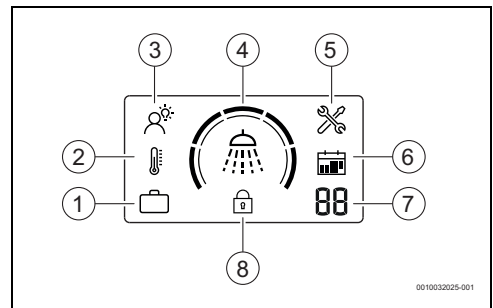

Fig. 5 Símbolos del display
- Pulse la tecla  hasta que aparezca el modo SMART en la pantalla (→ Fig. 5 [3]).
- Pulsar la tecla  hasta que aparezca Modo MANUAL en la pantalla (→ Fig. 5 [2]).
- Pulsar la tecla  hasta que aparezca Modo VACACIONES en la pantalla (→ Fig. 5 [1]).
- Presione la tecla  para seleccionar el número deseado de días de vacaciones (→ Fig. 5 [7]).
Esta función bloquea el panel de mando (→ Fig. 5 [8]).